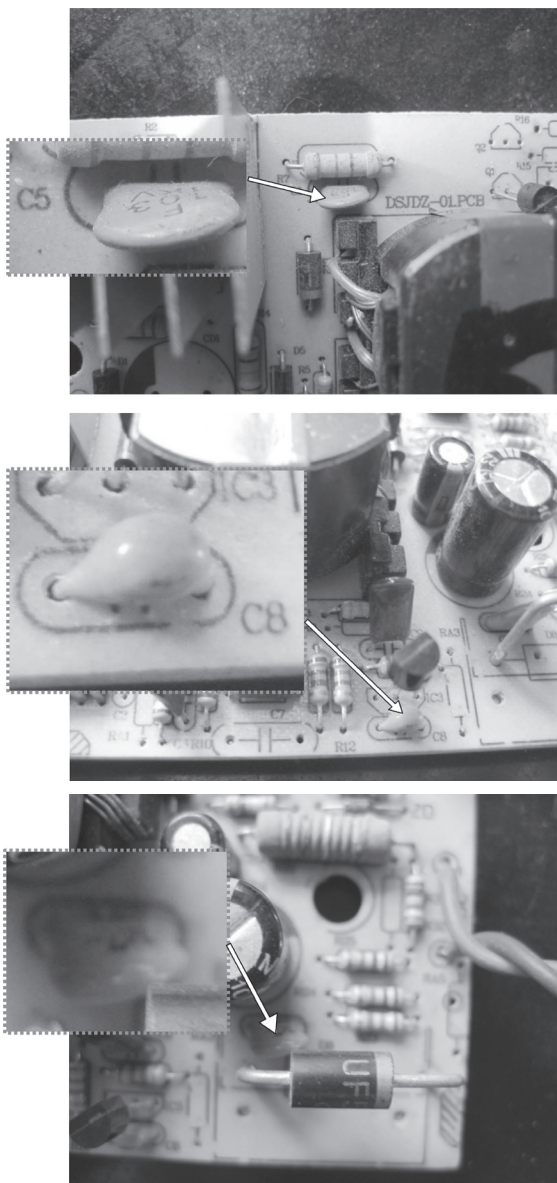

图 4-21 检查 C5、C8、C18
3) 打开充电器，对电容 C5、C8 和 C18 进行检查，如图 4-21 所示，未发现异常。
5) 对充电器加电，测得 PWM 集成电路⑫脚的工作电压正常（测量⑫脚电压时，万用表黑表笔接地，因充电器型号的不同，PWM 的 IC 可能有多个，需要查看充电器电路图，以详细确认）。